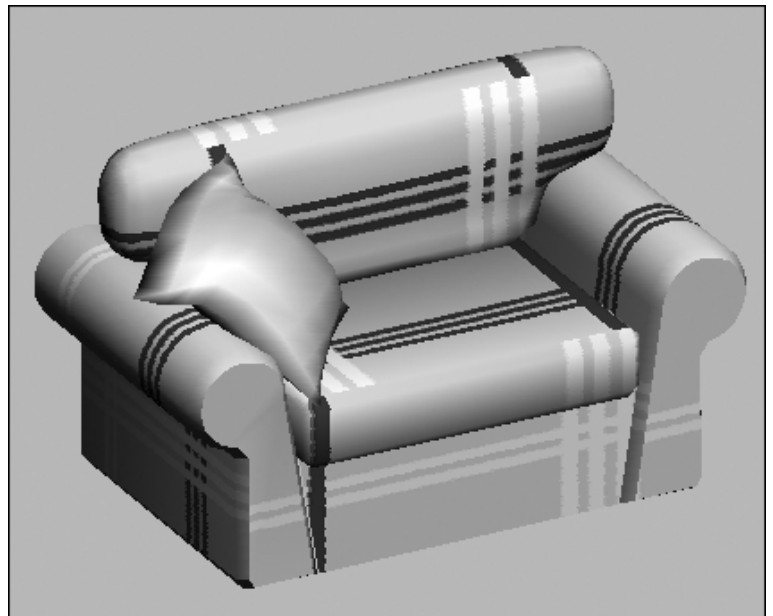

Fig.9.103
- [9] Dans le panneau **Modifier**, sélectionnez **Texture UVW** dans la liste des modificateurs. Le matériau texturé apparaît sur le fauteuil mais de façon encore incorrecte (fig.9.103).